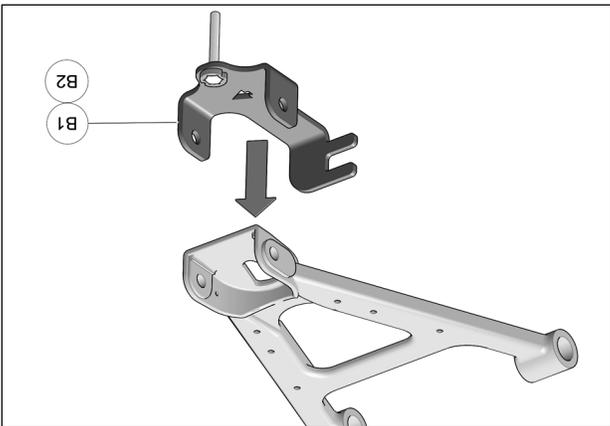
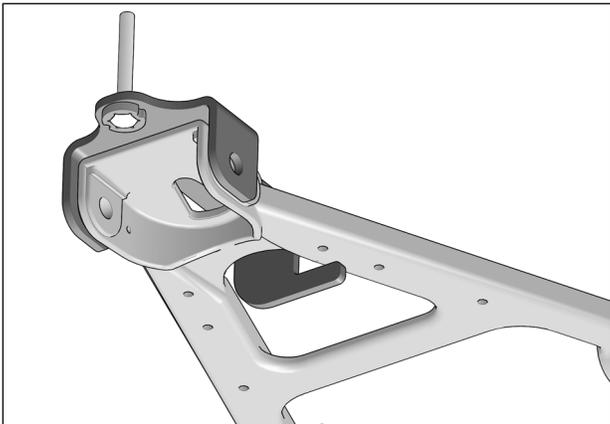

Fig. 6
Fig. 7
6. Placer l'ancrage de suspension (B1-B2) sous le bras de suspension. S'assurer d'installer l'ouverture en «C» de l'ancrage au bras de suspension. Voir Fig. 6 et Fig. 7